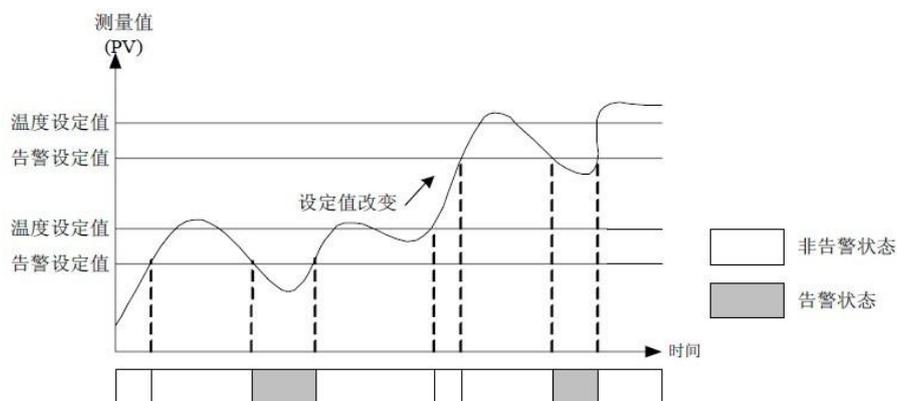

图 4-24 告警再等待示意图
3. 而再等待告警则在等待告警的基础上多等待一次，即忽略电源接通时的测量值触发的告警（等待）和设定值改变时的测量值触发的告警（再等待），直至测量值下次触发告警，如图4-24所示。